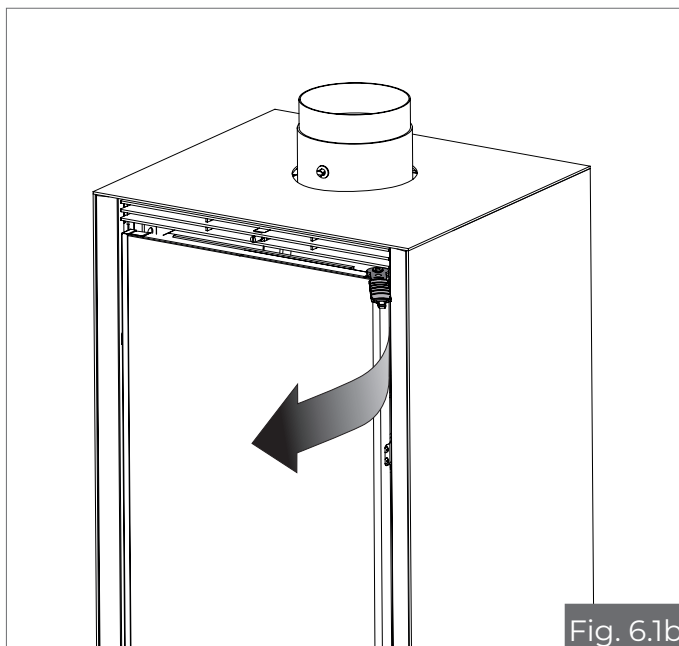

Fig. 6.1b
- **IKI UP/IKI UP TF:** inserire la chiave in dotazione nel gancio di apertura superiore (fig. 6.1b), e tirare verso di se. Attenzione! Superata la metà dell'apertura un sistema automatico tenderà a lasciare la porta aperta.